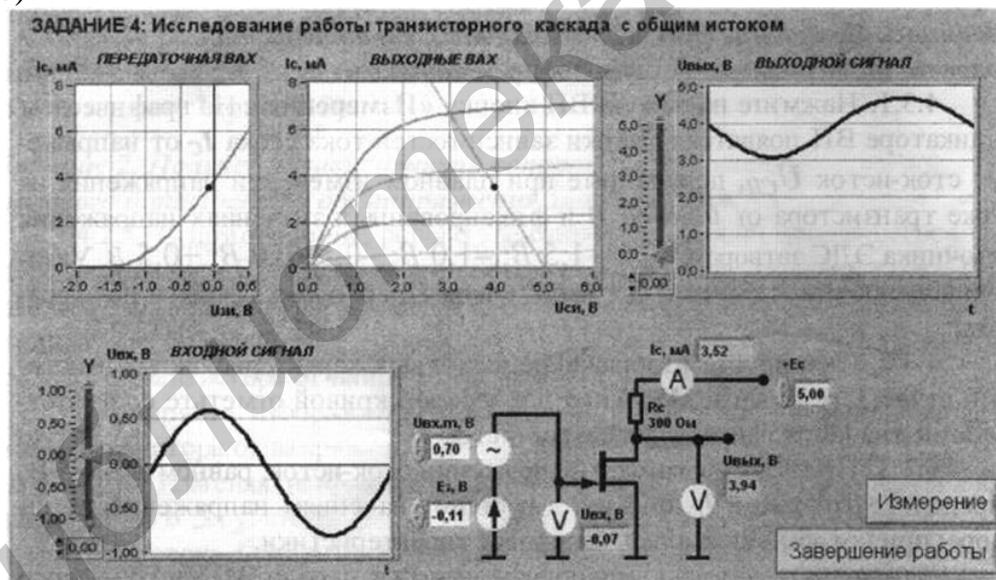

Рис. 14.6. Лицевая панель ВП лабораторной работы №14 при выполнении задания 4
8. Нажмите на передней панели ВП кнопку «Перейти к заданию 4», на экране появится лицевая панель ВП, необходимая для выполнения задания 4 (рис. 14.6).